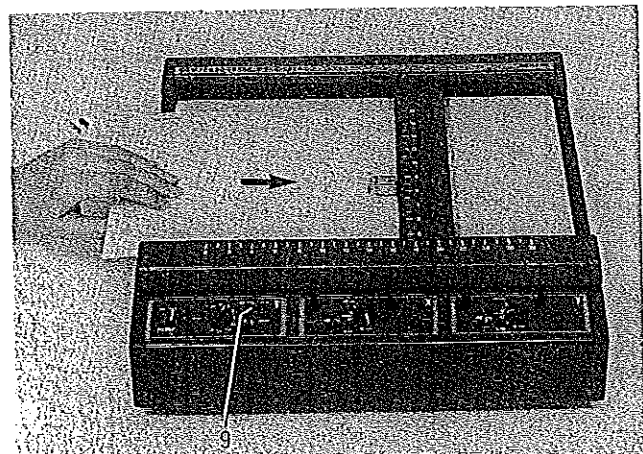

Bild 5 Registrierpapier einlegen
Vor dem Einlegen des Papiers muß die elektrostatische Papierhalterung und Federabhebung ausgeschaltet sein: Schalter (9) auf OFF. Das Papierblatt wird unter dem Schlitten durchgeschoben, ausgerichtet und durch Einschalten der Papierhalterung elektrostatisch festgehalten: Schalter (9) auf CHART. Durch Glättsteichen des Papiers werden vorhandene Luftblasen beseitigt und dadurch ein ungewolltes Aufsetzen des Faserstiftes verhindert. Das Papierblatt darf die maximale Größe von DIN A4 nicht überschreiten (Bild 5).
Die elektrische Federabhebung ist serienmäßig eingebaut und kann sowohl intern über einen Schalter als auch extern angesteuert werden. Außerdem wird bei Verwendung des Zeitteils (Yt-Betrieb) die Schreibfeder automatisch gesteuert, wenn vor Beginn der Registrierung die Schreibfeder aufgesetzt wurde: Schalter (9) auf PEN (Bild 5).